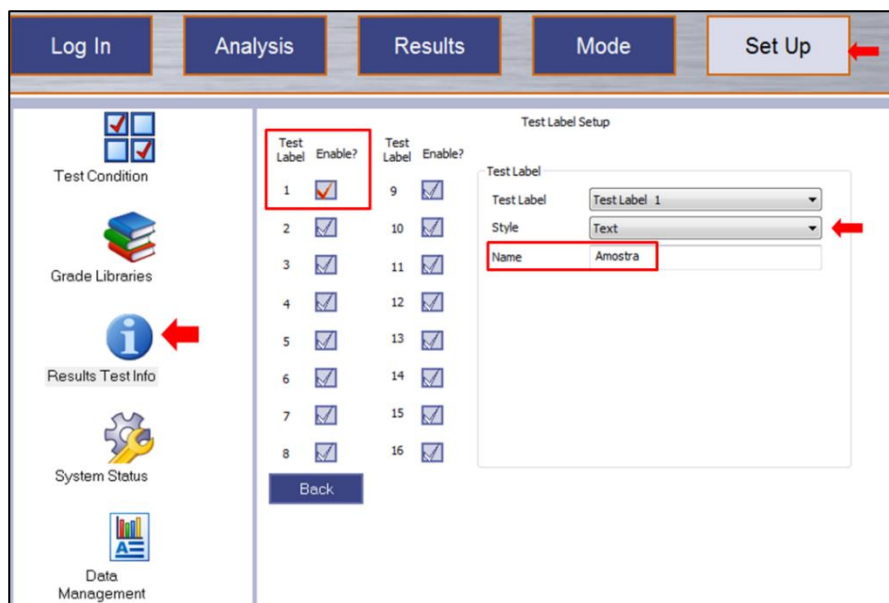

Figura 32 – Imagem mostrando tela configurar as linhas para preenchimento das informações das amostras.
- *Habilite (Enabled)* a linha *Test Label* que deseja configurar, selecione o *Style (Text/Fixed ou List/Auto incrementing Number)* e nomeie o título da linha a ser preenchida (*Name*) (Figura 32). Faça isso para a quantidade de linhas (*Label*) desejadas. Click em *Back* e depois em *Save* para salvar as configurações.